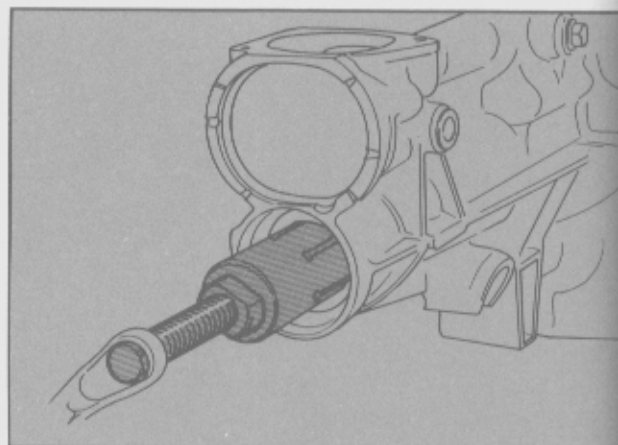

Fig. 53 - Extracción del buje de la extensión.
- Retirar el buje de la extensión utilizando la herramienta especial T74G-7034-BAS (Fig. 53)